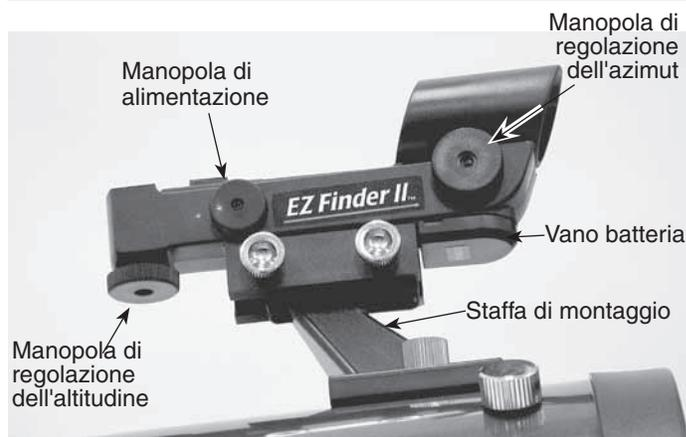

Figura 6. Mirino reflex EZ Finder II.
Il **mirino reflex EZ Finder II (2)** (Figura 6) funziona proiettando un minuscolo puntino rosso su una lente montata nella parte anteriore dell'unità. Quando si guarda attraverso il mirino EZ Finder II, il puntino rosso sembrerà galleggiare nello spazio.
batteria, inserire un piccolo cacciavite a testa piatta nella fessura del vano batteria (Figura 6) e aprire il coperchio con attenzione. Tirare delicatamente indietro il fermaglio e rimuovere la vecchia batteria. Non piegare eccessivamente il fermaglio. Far scorrere la nuova batteria sotto il cavo della batteria con il lato positivo (+) rivolto verso il basso e riposizionare il coperchio della batteria.